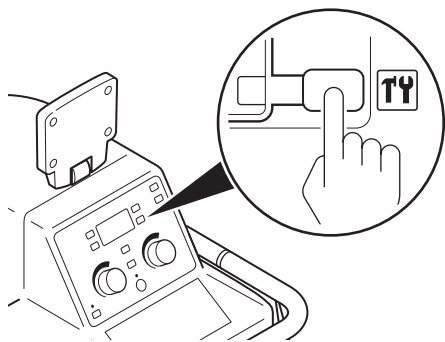

Figura 4 – Accesso alla configurazione del sistema
3. Dal pannello di controllo, premere e tenere premuto il pulsante finché non viene visualizzata la schermata IMPOSTAZ. SISTEMA (Figura 4).